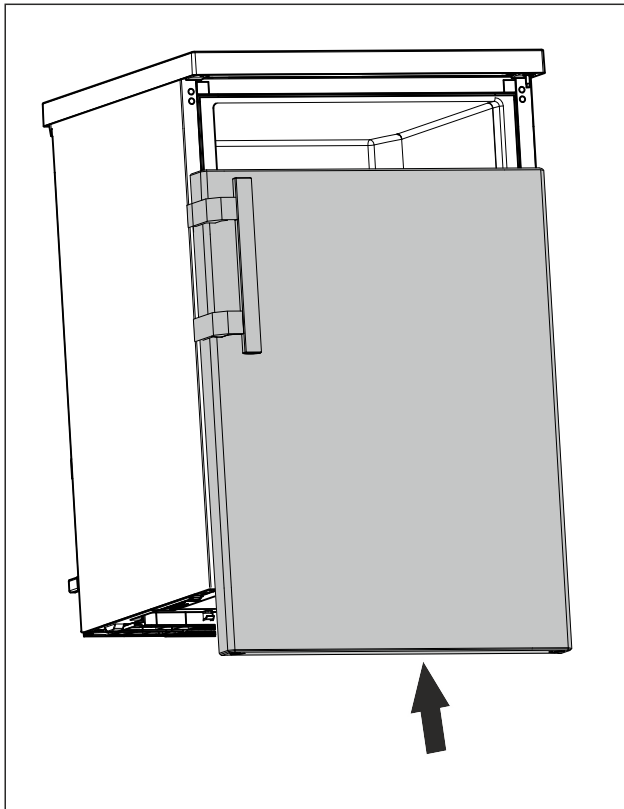

Fig. 15
- Työnnä ovi suljettuna ylempään pulttiin. (katso Fig. 15)